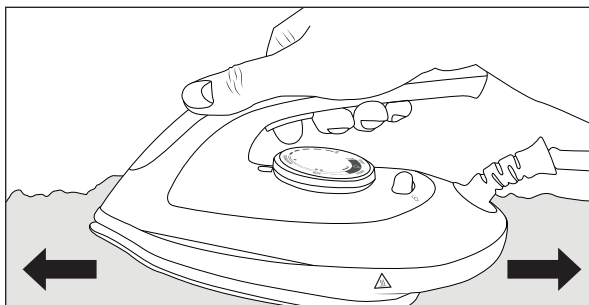

Fig. 2
- ◆ Para remover eventuais resíduos da produção, engome algumas vezes um pano velho limpo (ver fig. 2).